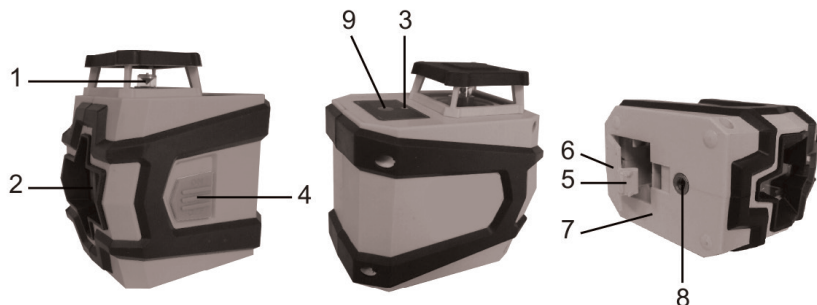

Рис. 1 - Конструкция лазерного уровня МТ-3052
### Конструкция лазерного уровня МТ-3052 (Рис. 1):
**3.1 Установка / замена элементов питания.** Снимите крышку 6 отсека элементов питания, нажав на защелку 5 (Рис.1). Установите новые элементы питания (4 x 1,5В тип «АА») в отсек, соблюдая полярность. Закройте крышку отсека элементов питания.
**3.3 Строго горизонтальное и вертикальное построение линий в режиме самовыравнивания.** Установите уровень на ровную плоскую поверхность напротив объекта, на который необходимо проецировать лучи. Индикатор выравнивания 3 должен быть сверху. Отклонение от горизонта поверхности, на которой установлен нивелир, не должно быть более +/- 4°. Сдвиньте клавишу 4 вверх для работы в режиме самовыравнивания. Включите проецирование лучей кнопкой 9 (Рис. 1). Из выходного отверстия 1 проецируется горизонтальный на 360 градусов луч, из отверстия 2 проецируется вертикальный луч. Эти 2 луча формируют на противоположном от уровня объекте две взаимно-перпендикулярные линии, горизонтальную и вертикальную (Рис. D). В течение примерно четырех секунд нивелир автоматически выравнивается. По окончании процесса выравнивания индикатор 3 (Рис. 1) загорится зеленым цветом. Если индикатор 3 мигает красным цветом, это значит, что уровень
1. Нажмите однократно кнопку 9 (Рис. 1) для построения только горизонтальной линии вокруг уровня на 360 градусов.
2. Нажмите дважды кнопку 9 (Рис. 1) для построения только вертикальной линии перед уровнем.
3. Нажмите трижды кнопку 9 (Рис. 1) для построения горизонтальной и вертикальной линий одновременно.
4. Нажмите четыре раза кнопку 9 (Рис. 1) для выключения проецирования лучей.
При транспортировке и хранении не допускайте ударов корпуса о твердые предметы. Хранить прибор необходимо в отапливаемом помещении. Запрещено хранить прибор при отрицательных температурах. При хранении и транспортировке кнопка 4 (Рис. 1, 2) должна быть сдвинута вниз.